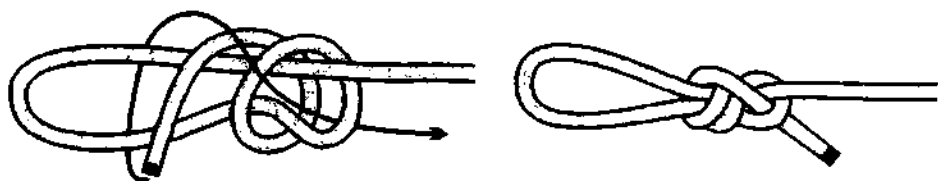

Рис. 382. *Скользящий стивидорный узел*.
*Скользящий стивидорный узел* очень крепкая и надёжная затягивающаяся петля (рис. 382). *Скользящий стивидорный узел*, в отличие от *скользящей удавки* – тоже *стивидорного узла*, очень туго обжимает коренной конец.